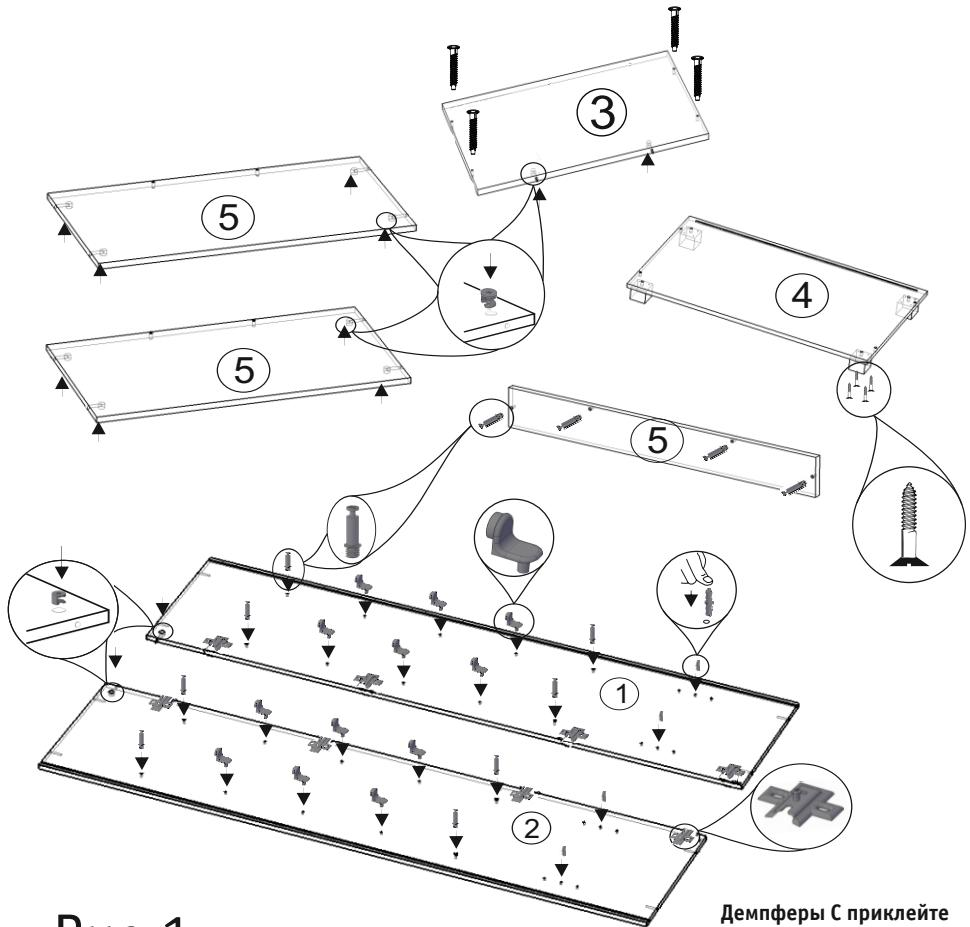

Рис.1.
1. Расположите фурнитуру на деталях в соответствии со схемой - заверните дюбеля эксцентриков в глухие отверстия диаметром 5 мм (фурнитура 0), в глухие отверстия диаметром 15 мм вложите эксцентрики (0) таким образом, чтобы стрелка на эксцентрике указывала на отверстие на торце детали, закрепите площадки петель (Г,Н) на боковинах шкафа (детали 1,2), петли и демпферы - на дверях (Г,Н,Р) (демпферы (Р) закрепите на верхней и нижней чашке петли каждой из дверей) , опоры - на дне шкафа(Г,М, деталь 4) (рис.1,6).